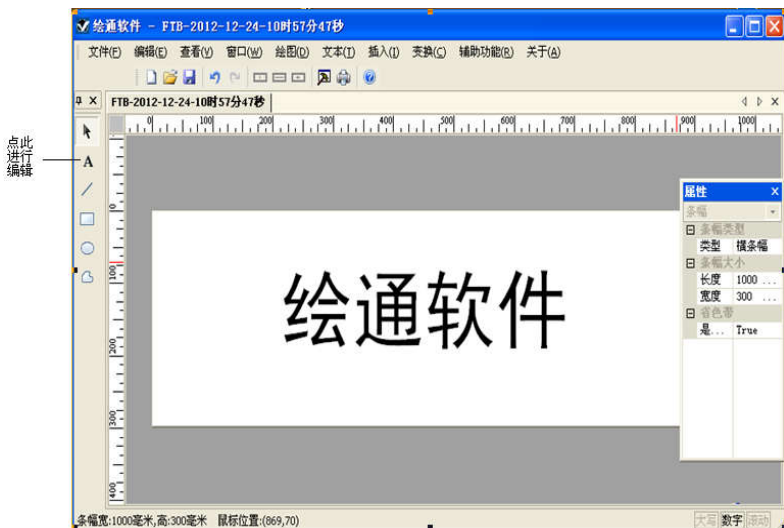

图 3-14: 编辑打印内容示意图
**A** 将鼠标变成铅笔状，然后点击新建好的版面空白处，输入要打印的内容。编辑好界面如图 3-14。